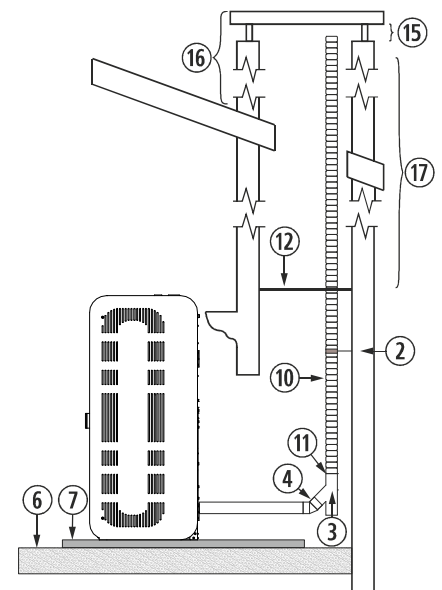

Figura 7
4.26. La instalación de un encastrable en una chimenea de obra se puede realizar en toda su totalidad en tubo flexible, tal y como indica la *figura 7*. Debemos tener especial cuidado a la hora de realizar el aislamiento entre la chimenea y el tubo de la salida de gases para evitar posibles retrocesos de gases en caso de tormenta.
②	Abrazadera de sujeción de acero inoxidable.
③	Te de 135° con registro.
④	Codo de 45°.
⑥	Suelo de madera.
⑦	Protector del suelo no combustible.
⑩	Tubo flexible de acero inoxidable.
⑪	Manguito unión rígido a flexible.
⑫	Aislante anti retroceso.
⑮	Mínimo 200mm.
⑯	Debe sobrepasar 1 metro el tejado.